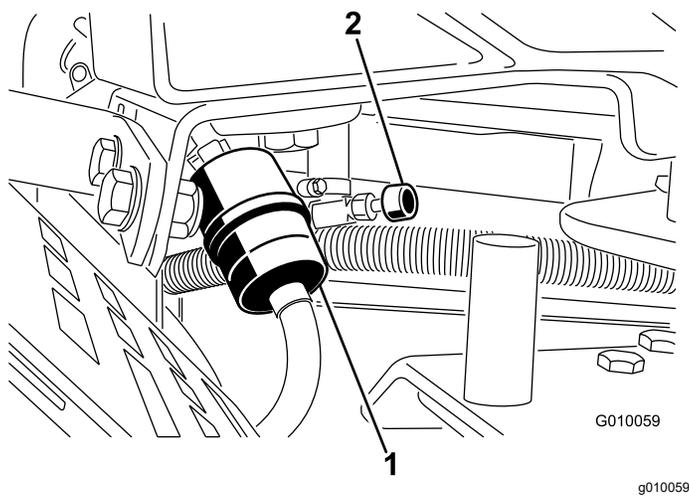

Bild 49
- Schließen Sie den Kraftstoffhahn (Bild 49).
3. Drücken Sie die Enden der Schlauchklemmen zusammen und schieben Sie sie vom Filter weg (Bild 49).
5. Setzen Sie einen neuen Filter ein und schieben Sie die Schlauchklemmen an den Filter heran (Bild 49).
7. Öffnen Sie den Kraftstoffhahn (Bild 49).
2. Schließen Sie den Kraftstoffhahn (Bild 49).
3. Lockern Sie die Schlauchklemme am Kraftstofffilter und schieben Sie sie an der Kraftstoffleitung weg vom Kraftstofffilter (Bild 49).
4. Ziehen Sie die Kraftstoffleitung vom Kraftstofffilter ab (Bild 49). Öffnen Sie den Kraftstoffhahn und lassen den Kraftstoff in einen Kanister oder eine Auffangwanne ablaufen.
5. Bringen Sie die Kraftstoffleitung am -filter an. Schieben Sie die Schlauchklemme ganz an den Kraftstofffilter heran, um die Kraftstoffleitung zu befestigen (Bild 49).